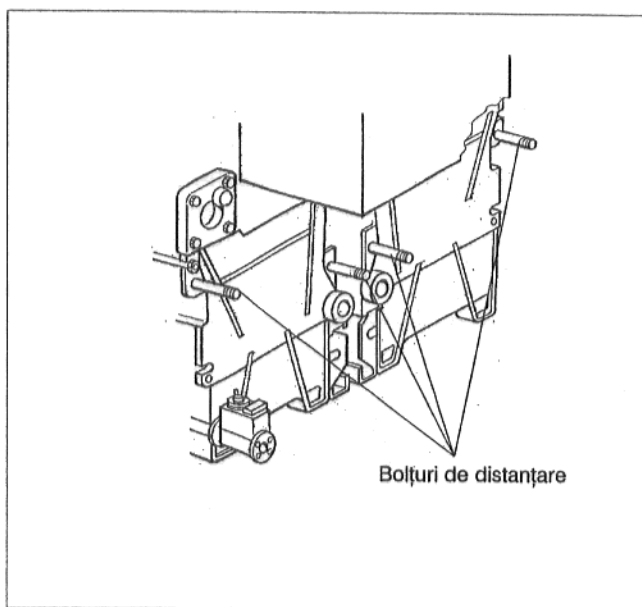

Fig. 26
- Cele 4 bolțuri de distanțare se vor înșuruba pentru fixarea peretelui posterior (Fig. 26).